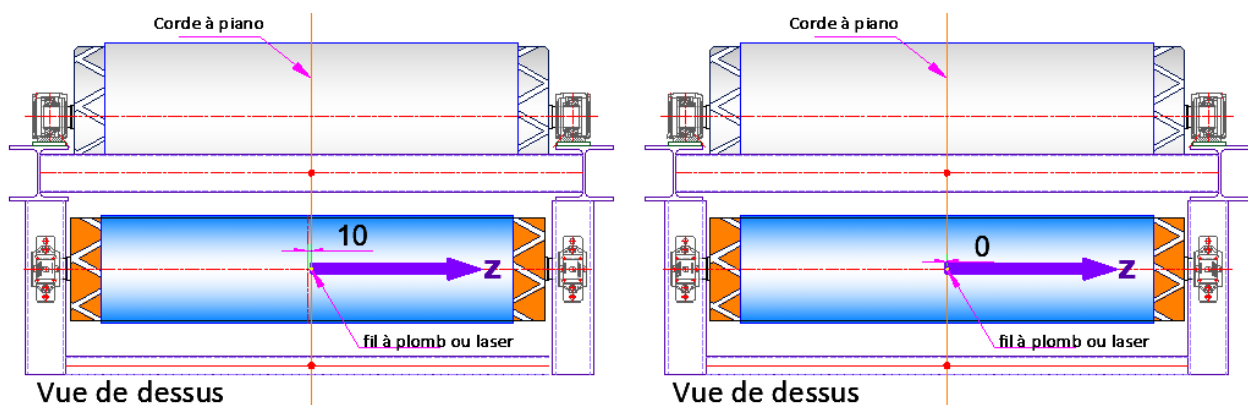

Fig.60 : Tambour associé : milieu décalé avec l'axe convoyeur Fig.61 : milieu en coïncidence avec l'axe convoyeur
2. Réglage du ou des tambours associés {fig. 60, 61}